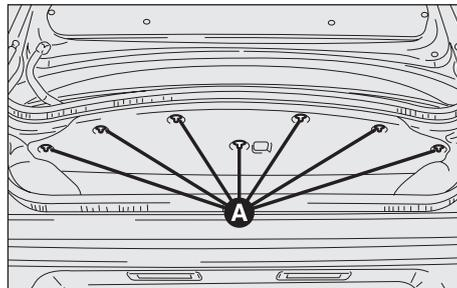

Abb. 63
- Den Befestigungsknopf (**A, Abb. 63**) bis zum hörbaren Ausrasten drehen und die Verkleidung umklappen.